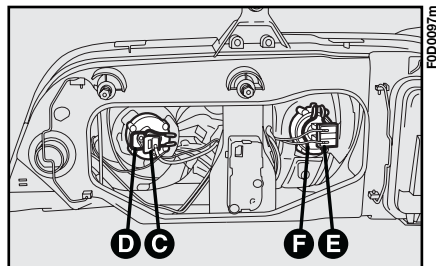

fig. 13
- 4) sfilare il connettore **C** oppure **E-fig. 13**;